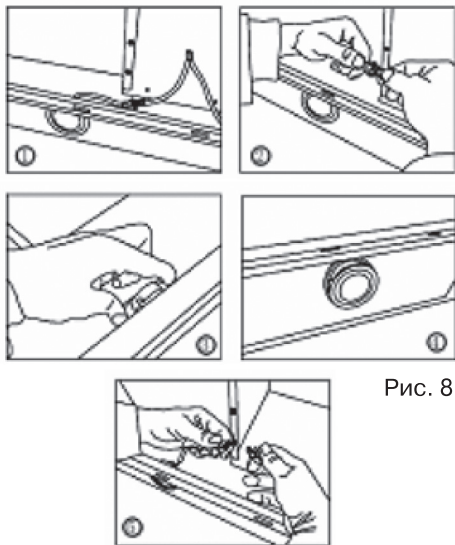

Рис. 8
- внутри вытяжки, на нижней ее части, отключить соединительную колодку неисправной лампы подсветки (см. рис. 8);